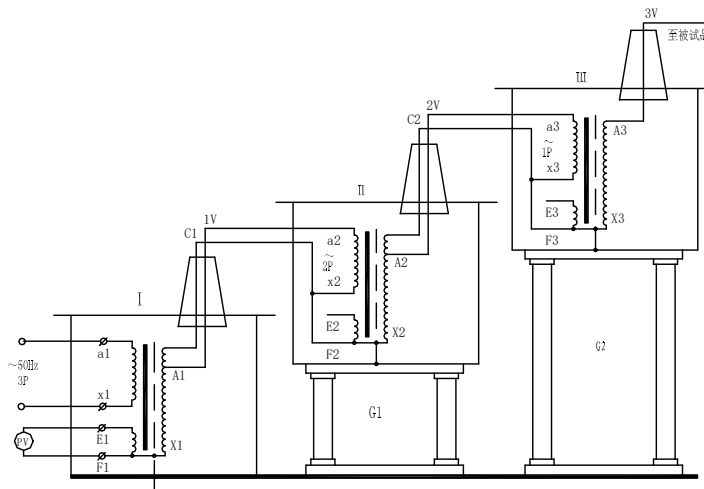

图 5: 三台试验变压器串级接线原理图
3、三台试验变压器串级获得更高电压的接线原理见图 5。串级高压试
图 5 中，在第一级和第二级的每个单元试验变压器中都有一个励磁绕组 A1、C1 和 A2、C2。在串级试验变压器基本原理图中，低压电源加在试验变压器 I 的初级绕组 a1x1 上，单台试验变压器 I、II、III 的输出电压都是 V。励磁绕组 A1、C1 给第二级试验变压器 II 的初级绕组供电；第二级试验变压器 II 的励磁绕组 A2、C2 给第三级试验变压器 III 的初级绕组供电。第二级试验变压器 II 和第三级试验变压器 III 的箱体分别处在对地为 1V 和 2V 的高电位上，所以箱体对地是绝缘的，试验变压器 I 的箱体是接地的。这样第一级、第二级、第三试验变压器对地的额定输出电压分别为 1V、2V、3V；其额定容量分别为 3P、2P、1P。